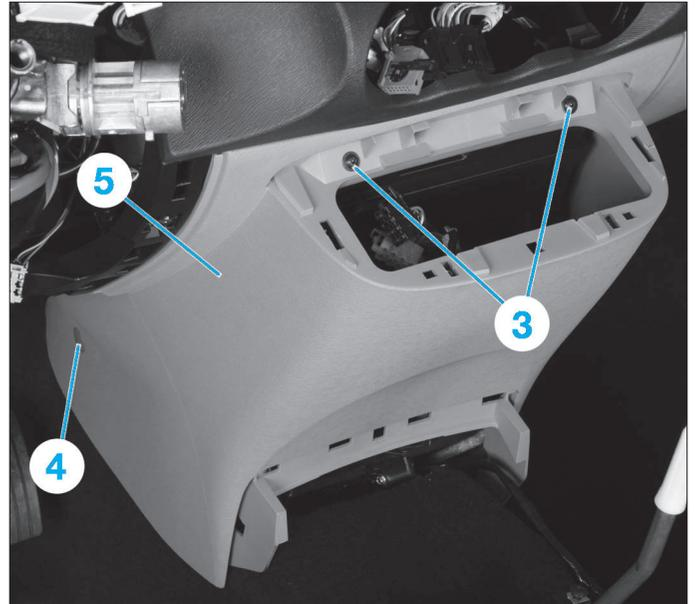
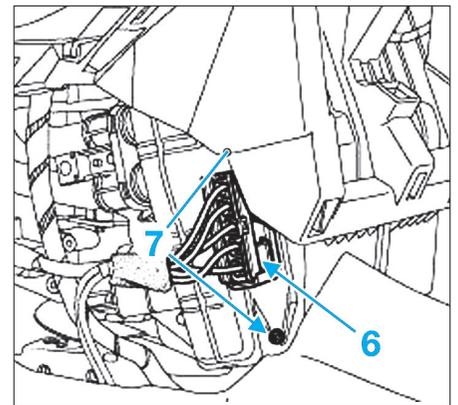

Fig. 32
Fig. 34
- déposer les vis (3) et les agrafes (4) (Fig.32),
- sortir la façade centrale de planche de bord (5) en la tirant vers l'arrière.
- Débrancher le connecteur (6) (Fig.34).